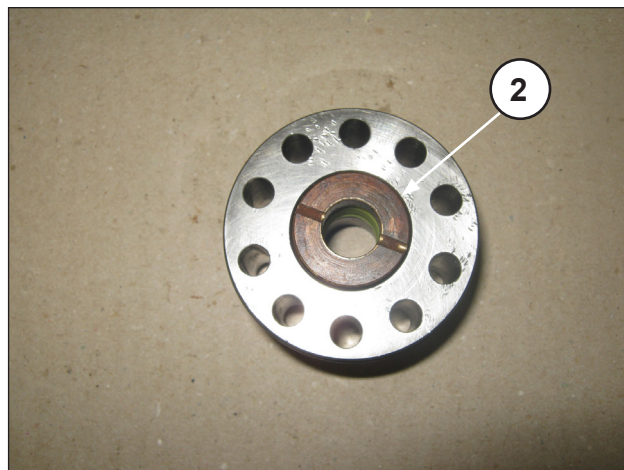
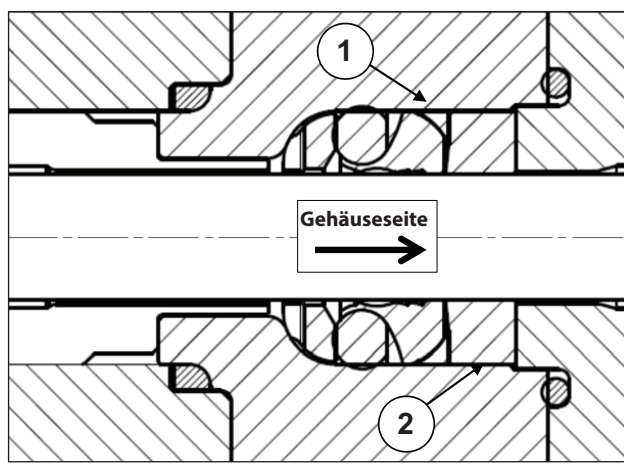
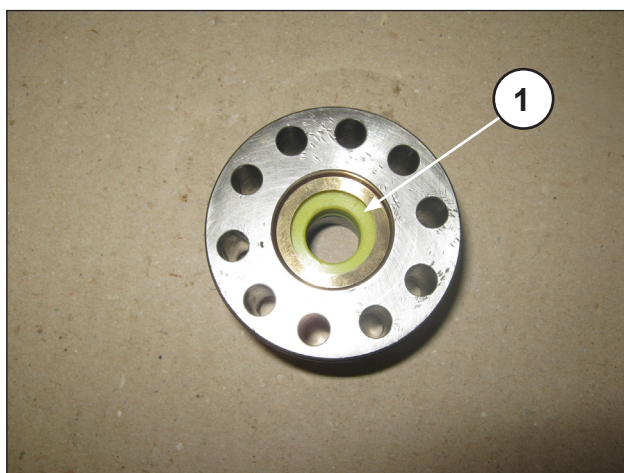

Abb. 46
Abb. 47
Abb. 45
- B) Tragen Sie das Fett so auf den Innendurchmesser auf, dass sämtliche Sicken zwischen den Dichtlippen einwandfrei gefüllt werden, siehe Abb. 45.
- Setzen Sie den Stützring ① und die Dichtungshülse ② wie in Abb. 45, Abb. 46, Abb. 47 gezeigt ein.
Führen Sie die Dichtungshülse ③ mit nach außen gerichteten Aussparungen (zur Gehäuseseite) gemäß Abb. 46 und Abb. 47 ein.